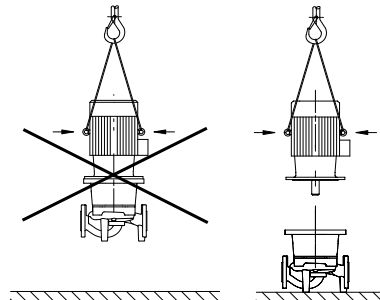

Fig. 16 : Elingage du moteur
- N'utiliser les œillets de levage que pour le transport du moteur et non de la pompe complète (fig. 16).